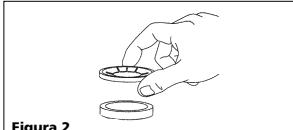

Figura 2
- Coloque el anillo "en forma de estrella" en el separador (con las aletas hacia abajo) (Figura 2).